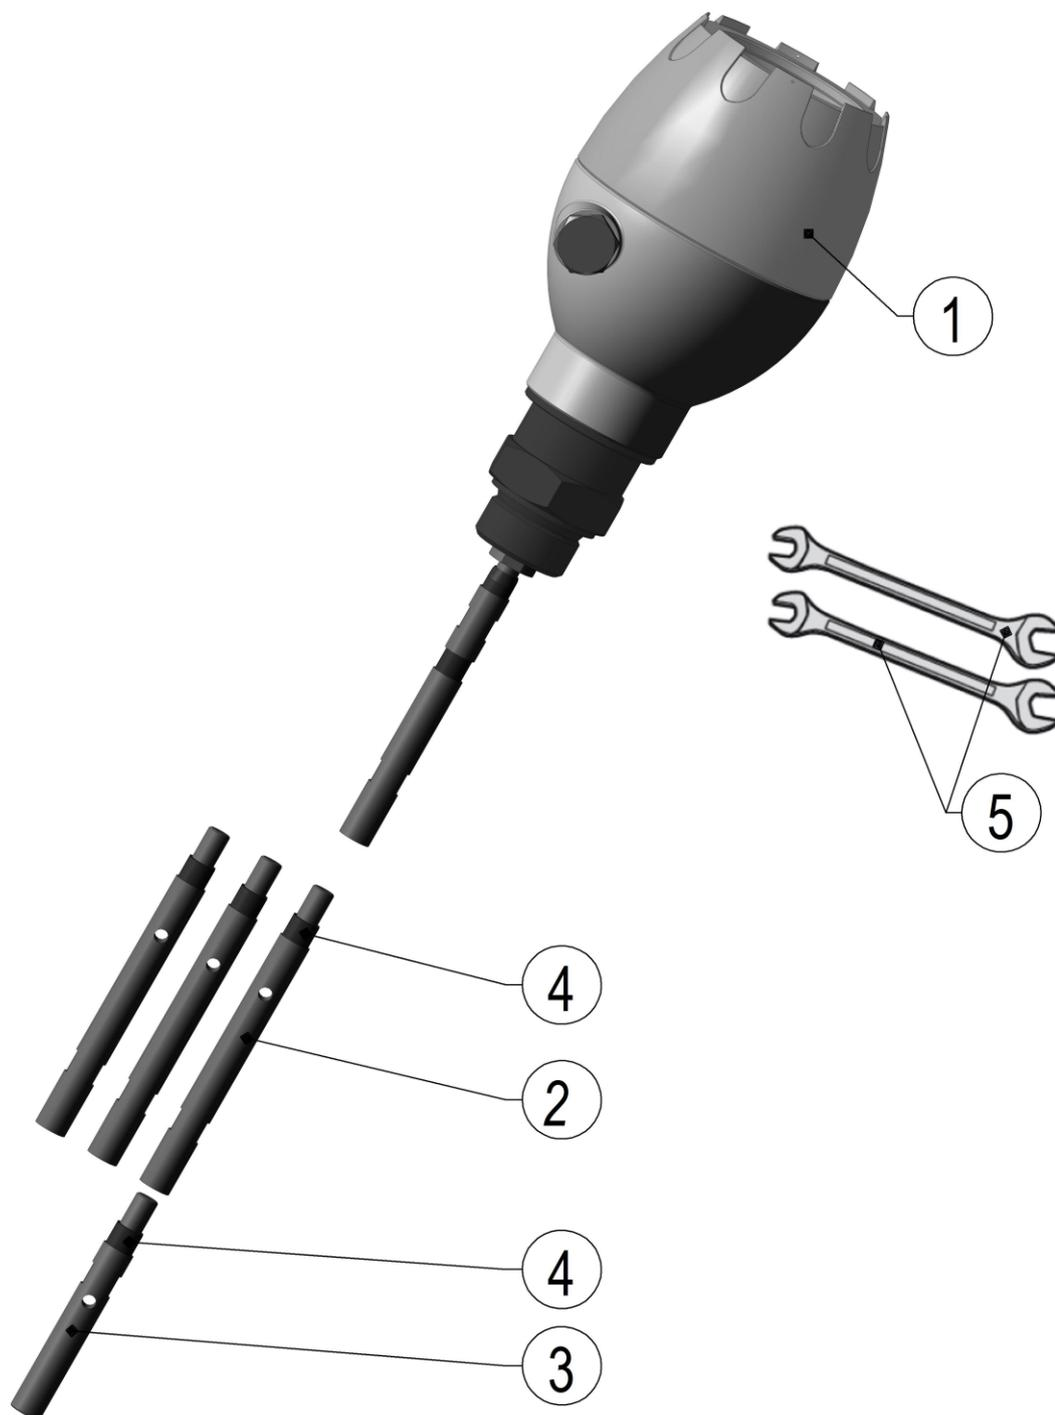

Рисунок 29 – Схема сборки одностержневого разборного зонта
2.3.14 Сборка одностержневого разборного зонда d14 мм (см. рисунок 29).